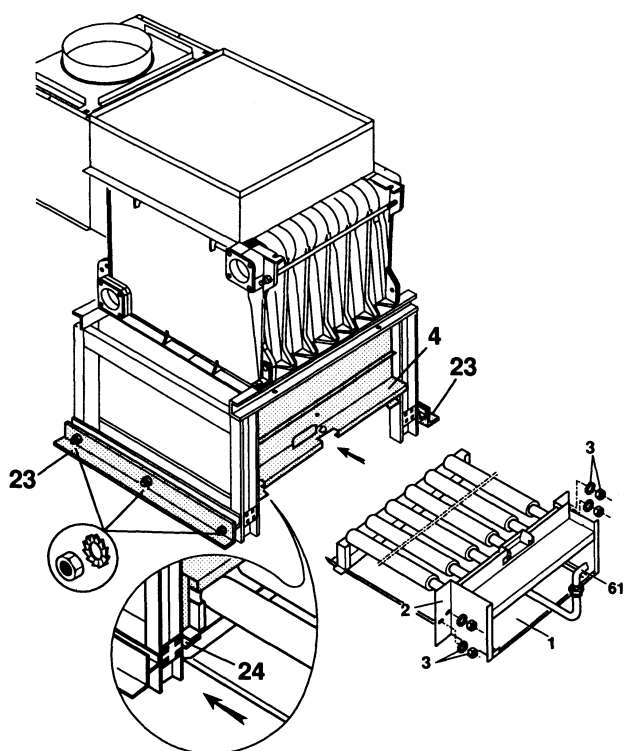
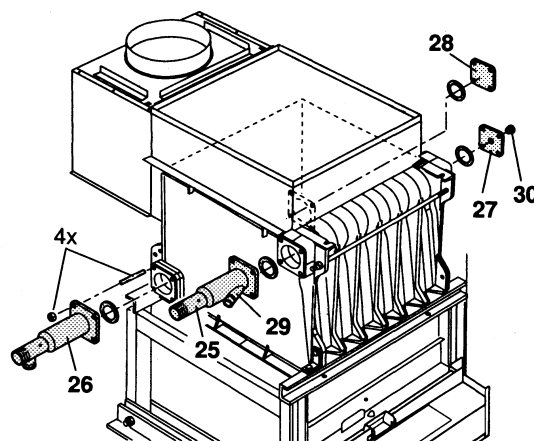
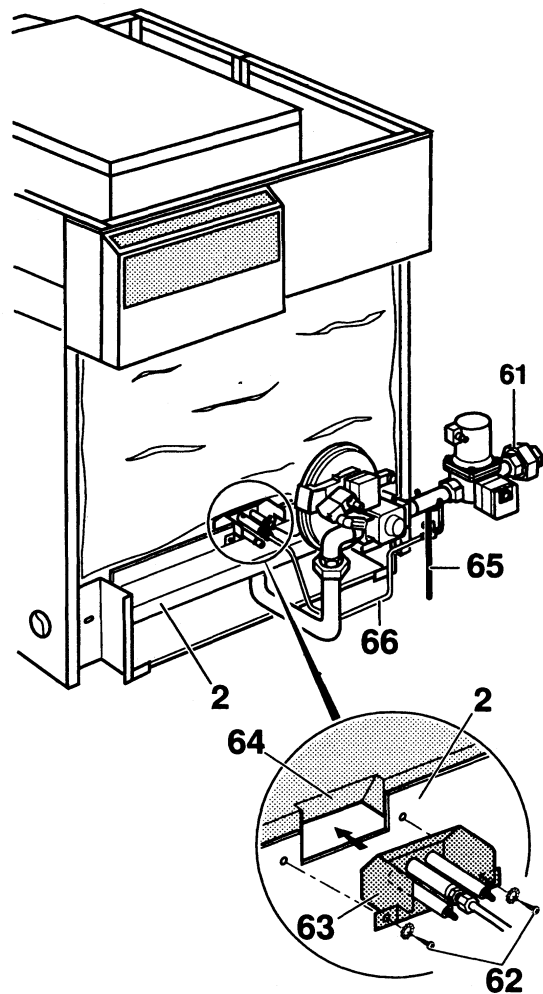

Рис. 17
Рис. 18
Рис. 30
Рекомендация: Рекомендуется незамедлительно или перед повторной сборкой по рис. 17 отключить газовую арматуру (61) с пусковой горелкой от узла горелки (2) (см. рис. 30). Этим облегчается последующий монтаж котла (рис. 18).
- Установить два нижних боковых держателя (23) и прикрепить тремя гайками (M5, SW 8) с зубчатыми шайбами.
- Узел горелки (2) направить по направляющим (24) в узел топки (4), прикрепить их четырьмя гайками (M6, SW 10) с зубчатыми шайбами (3).
- Под узел горелки (2) до упора вставить жёст для защиты пола топки.
- Рекомендация:** газовую арматуру (61) следует монтировать согласно рис. 30.